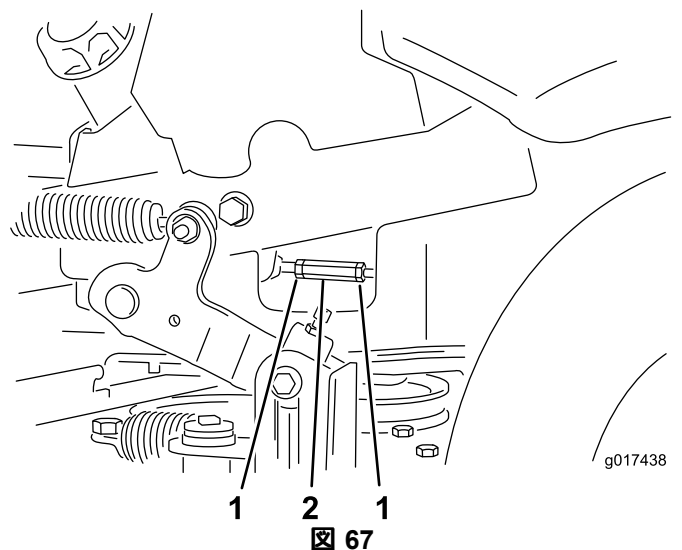

図 67
7. 走行コントロールレバーをニュートラル位置にセットする。ポンプコントロールロッドの2つのジャムナットをゆるめ、調整ナットを回転させて、車輪が後退方向にわずかにクリープするように調整する(図 67)。走行コントロールレバーを後退位置にセットし、レバーを軽く押しつつ、後退インジケータのスプリングの力を使ってレバーをニュートラル位置に戻す。この状態で車輪の回転が停止、またはわずかに後退側にクリープしていればよい。
8. ジャムナットを2つとも締めて調整を固定する(図 67)。